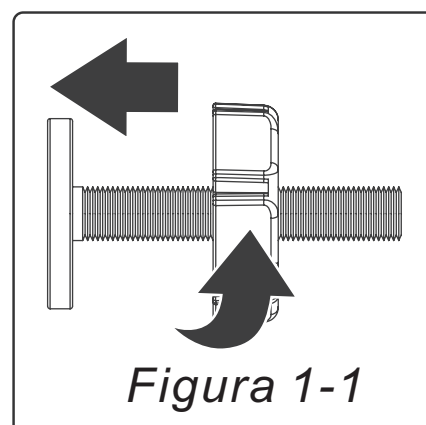

Figura 1-1
Posizionare (4) Volantino per regolazione (B). Ruotare il volantino lungo la filettatura, eliminando lo spazio tra il volantino per regolazione e il piedino in gomma (*Figura 1-1*).